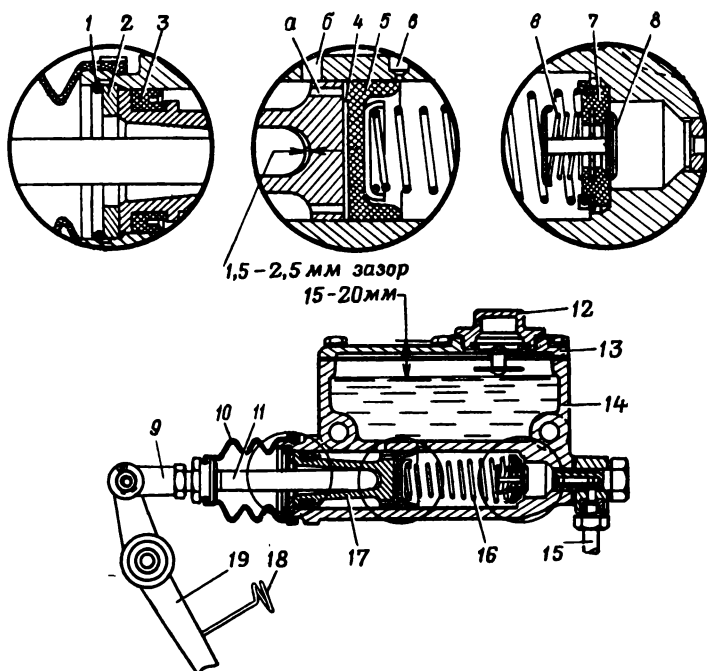

Рис. 46. Главный цилиндр:
**Регулировка зазора между толкателем и поршнем главного цилиндра.** Этот зазор необходим для обеспечения возвращения поршня главного цилиндра в исходное положение до упора в шайбу 2 (рис. 46) после отпущения педали.